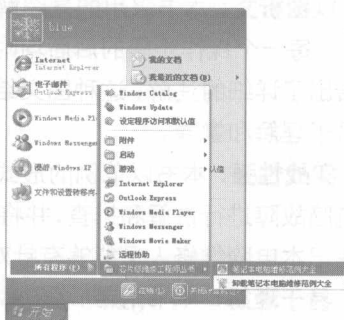

图 4
- ④ 以后观看光盘内容时，只要单击【开始】按钮 (Windows XP: **开始**, Windows Vista: **开始**), 然后在弹出的菜单中选择【所有程序】>【芯片级维修工程师丛书】>【笔记本电脑维修范例大全】菜单项就可以了，如图4所示。